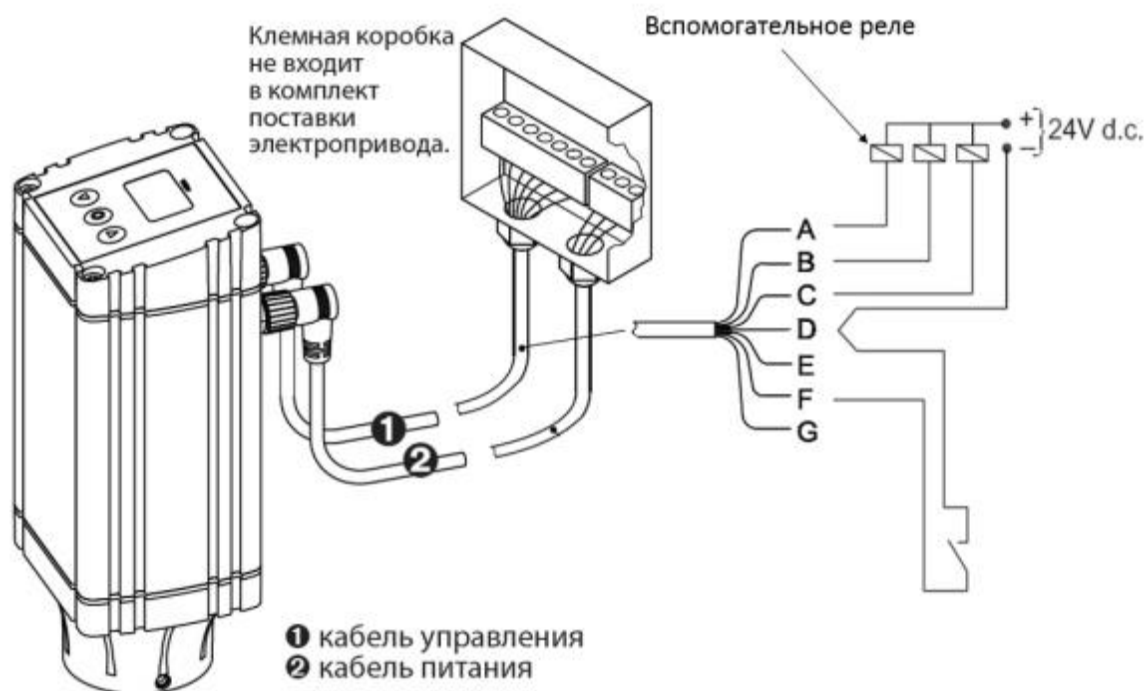

Рис. 6 Дискретный вход/выход для работы в режиме открыт/закрыт
- Подключите цифровые входы (рис. 6) См. Список параметров для конфигурации с цифровыми входными сигналами.